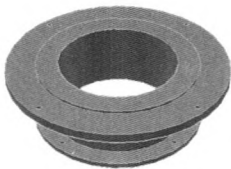

图 4
(3) 调整好刀架角度后，因齿轮直径偏大，与机床尾座相碰，因此拆下尾座。然后将定位工装（见图 4）放置在回转工作台上，再将齿轮放置在工装上，按齿轮内孔和端面校正工件，保证齿轮内孔、平面在 0.01 mm 范围内，压紧工件和工装。
(4) 合理选择砂轮，砂轮必须精确的平衡，以便砂轮工作时处于良好状态，同时，砂轮必须保持锋利。砂轮参数如表 1 所示。